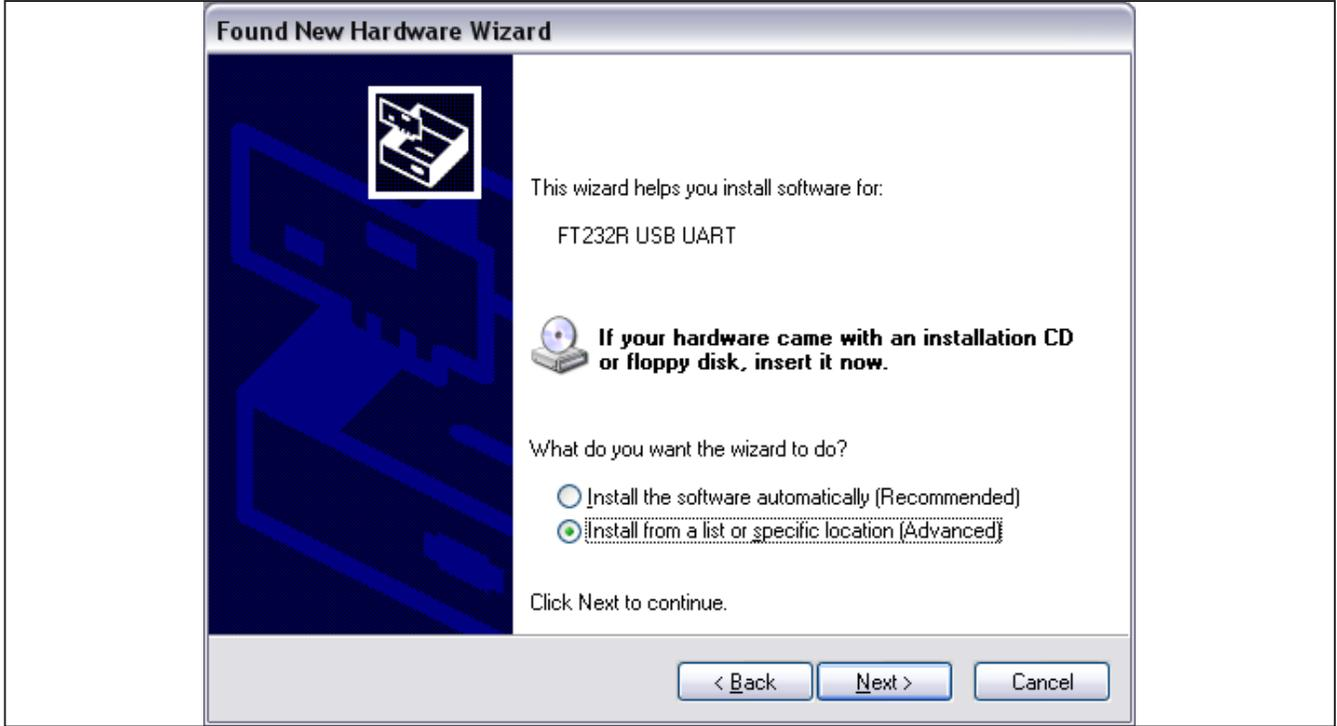

图5. 安装驱动程序
- 在下面对话框中，选择**Install from a list or specific location (Advanced)** (图5)并点击**Next**继续。